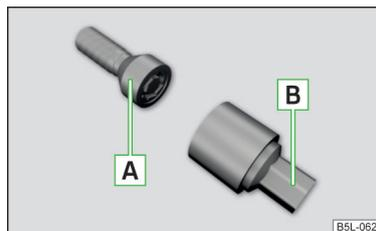

Fig. 167
Los tornillos de rueda antirrobo protegen las ruedas de un robo. Ellos se pueden aflojar y/o apretar solamente con ayuda del adaptador B » fig. 167.
- Colocar el adaptador B » fig. 167 con el lado dentado hasta el tope en el dentado interno en la cabeza de los tornillos de rueda antirrobo A.